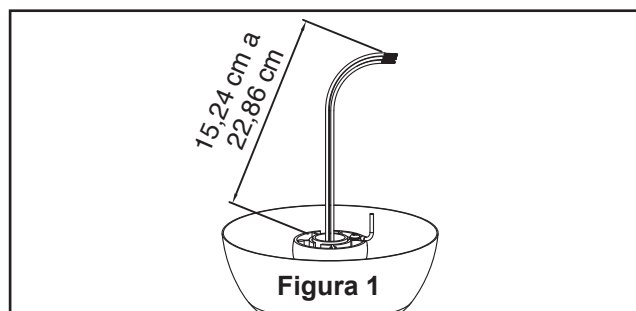

Figura 1
1. Corte el exceso de cable aproximadamente de 15 a 23 cm (6 a 9 pulgadas) por encima de la parte superior del barral. Pele 1,2 cm ($\frac{1}{2}$ ") del aislamiento en cada extremo del cable. (Figura 1)
Para evitar una posible descarga eléctrica, asegúrese de cortar la alimentación eléctrica de la caja de fusibles principal antes de colgar el ventilador. (Figura 1)